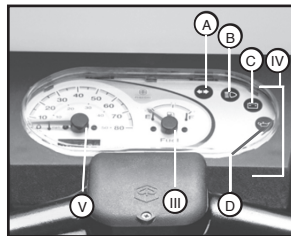

Fig. 9
III) Indicador de combustible - (Consulte la Fig. 9)
(Consulte la Fig. 9)
V) Velocímetro (Consulte la Fig. 9)